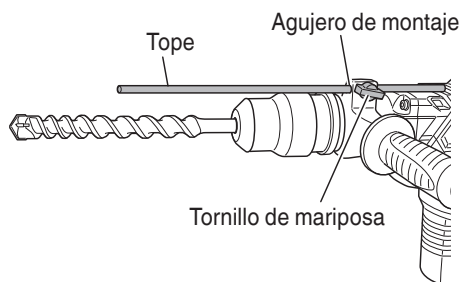

Fig. 10
- (c) Cambia la palanca selectora a “martilleo” de acuerdo con los procedimientos mencionados en el ítem (1) anterior y asegure la posición de la herramienta.
5. Instalar el tope (Fig. 10)